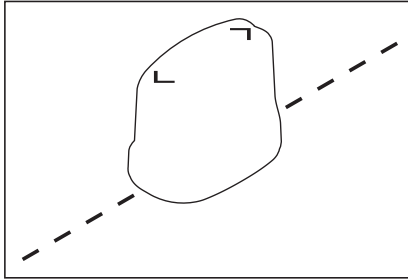

Fig. 22: Alinhamento do gerador relativamente à linha na alimentação indutiva
1. Posicione o gerador com o seu eixo longitudinal paralelo à linha a ser localizada (fig. 22).